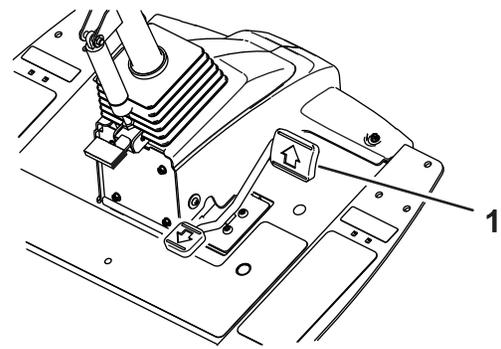
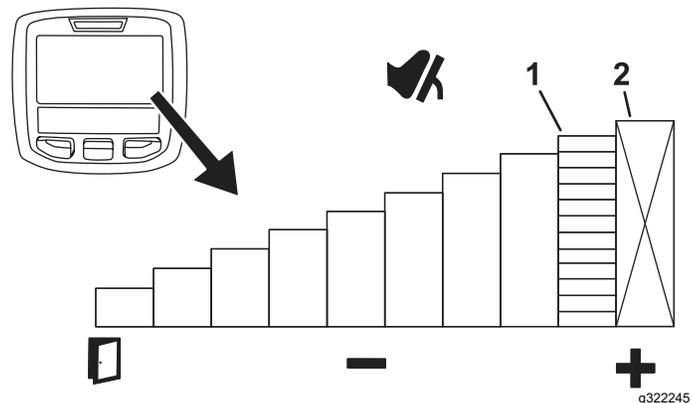

Figura 46
Figura 47
Para establecer temporalmente la velocidad máxima de la máquina, pise el pedal de tracción a fondo (Figura 46). Puede establecer una velocidad independiente para los intervalos de siega y transporte (Figura 47).
- Para acceder a esta función, seleccione el botón central del InfoCenter en la pantalla principal (Figura 47).